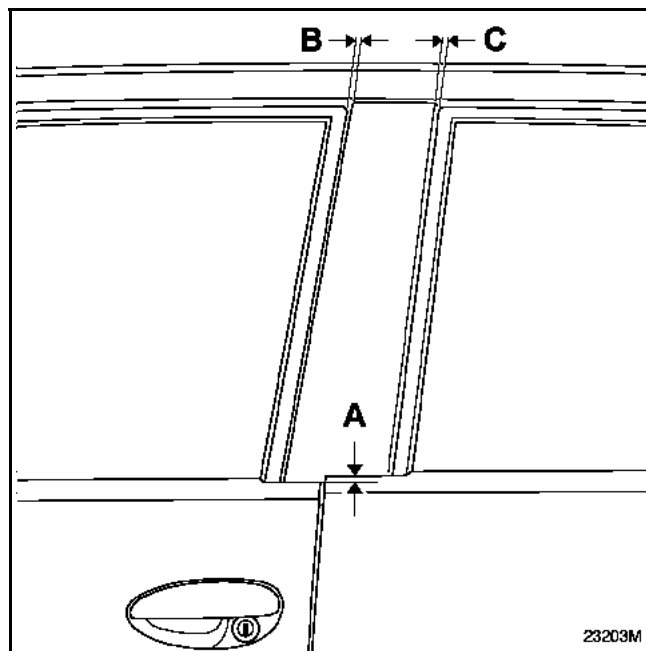

Рис. 1
- Проверьте зазоры (A) (B) и (C) (**рис. 1**)
- Установите декоративную накладку так, чтобы обеспечить зазоры $B = 4$ мм минимум и $C = 3$ мм (рис. 1).